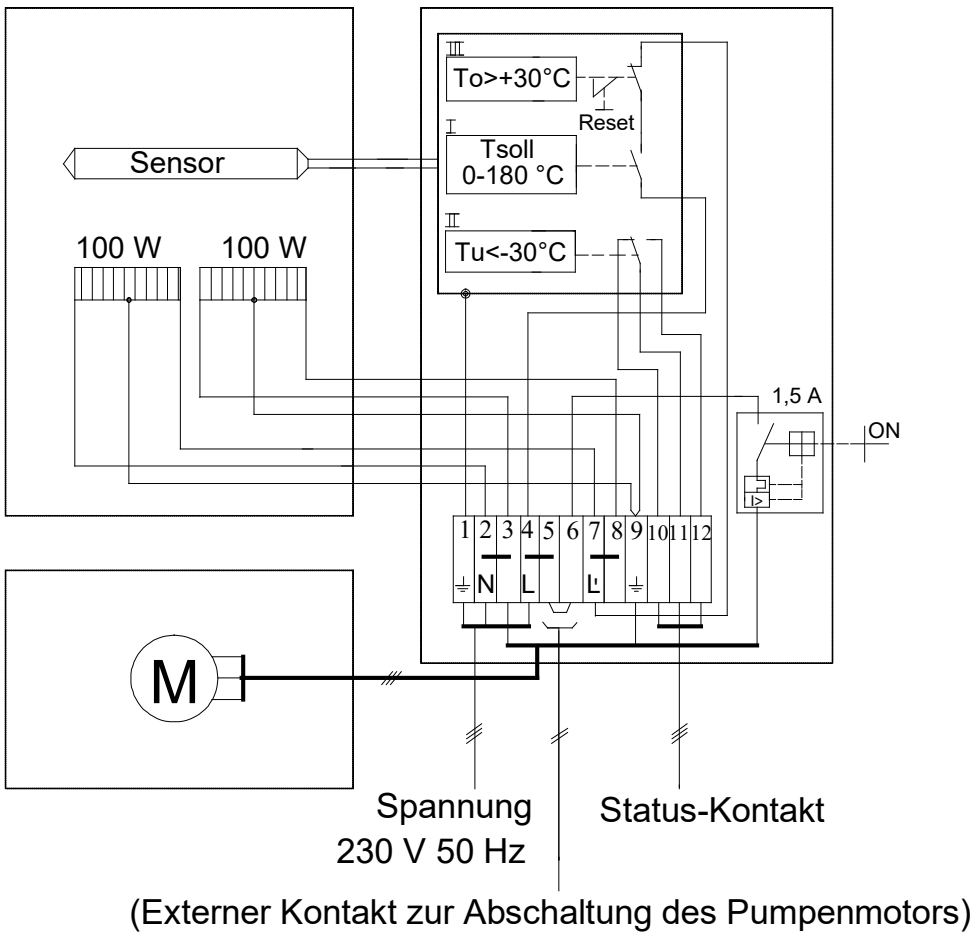

Abbildung 3 Elektrischer Anschluss
Bei den elektrischen Montagearbeiten, wie in Abbildung 3 gezeigt, müssen die entsprechenden Sicherheitsbestimmungen berücksichtigt werden. Insbesondere muss vor dem Anschließen der Pumpe die Spannungsfreiheit der elektrischen Versorgung sichergestellt werden.
2. Das Anschlusskabel (min. 3 x 1,5 mm2) durch die Kabelverschraubung führen und an die entsprechenden Klemmen anschließen (siehe Abbildung 3).
3. Das Signalkabel durch das Gewinde der Kabelverbindung führen und an die entsprechenden Klemmen anschließen (siehe Abbildung 3).
Abbildung 3 zeigt den elektrischen Anschluss der Membranpumpe.